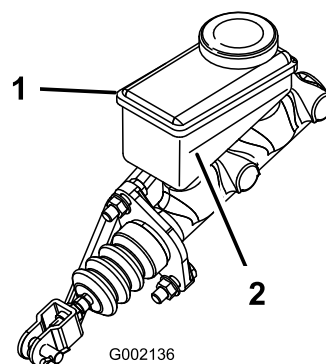

Figura 66
5. Mire el nivel de aceite en el lateral del depósito (Figura 66).
- B. Añada líquido de frenos DOT 3 al depósito hasta que el nivel esté por encima de la línea Mínimo (Figura 66).